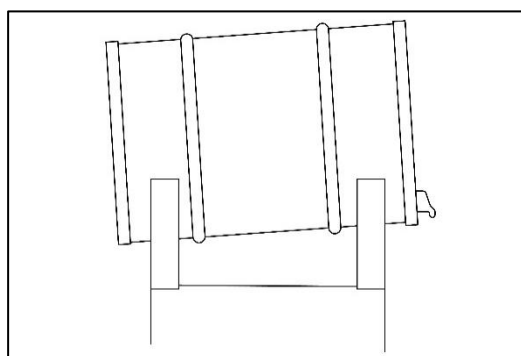

Fig. 230 - POSITION DES FûTS DE CARBURANT
6. Les fûts de carburant doivent être remisés sous abri et offrir une protection adéquate contre les infiltrations d'eau. Ils doivent être entreposés légèrement inclinés (fig. 230) afin de permettre à l'eau de s'écouler par le bord supérieur. Les fûts de carburant ne doivent pas être empilés pendant de longues périodes avant d'être utilisés.